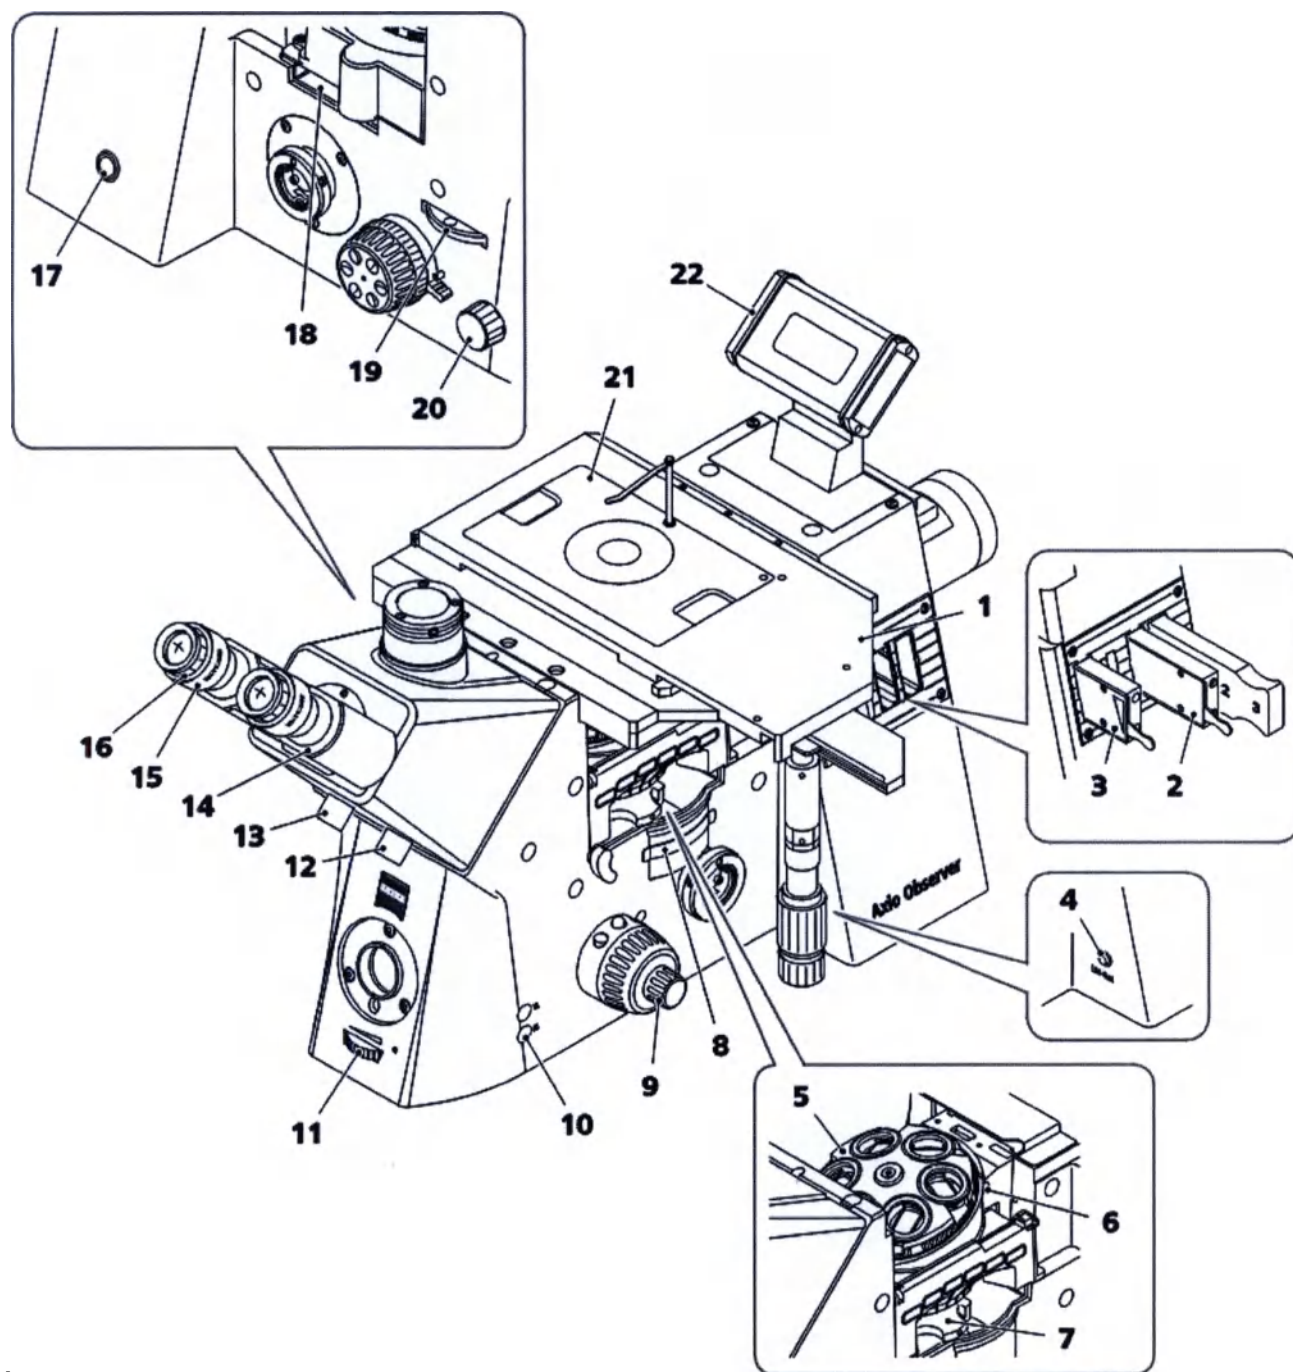
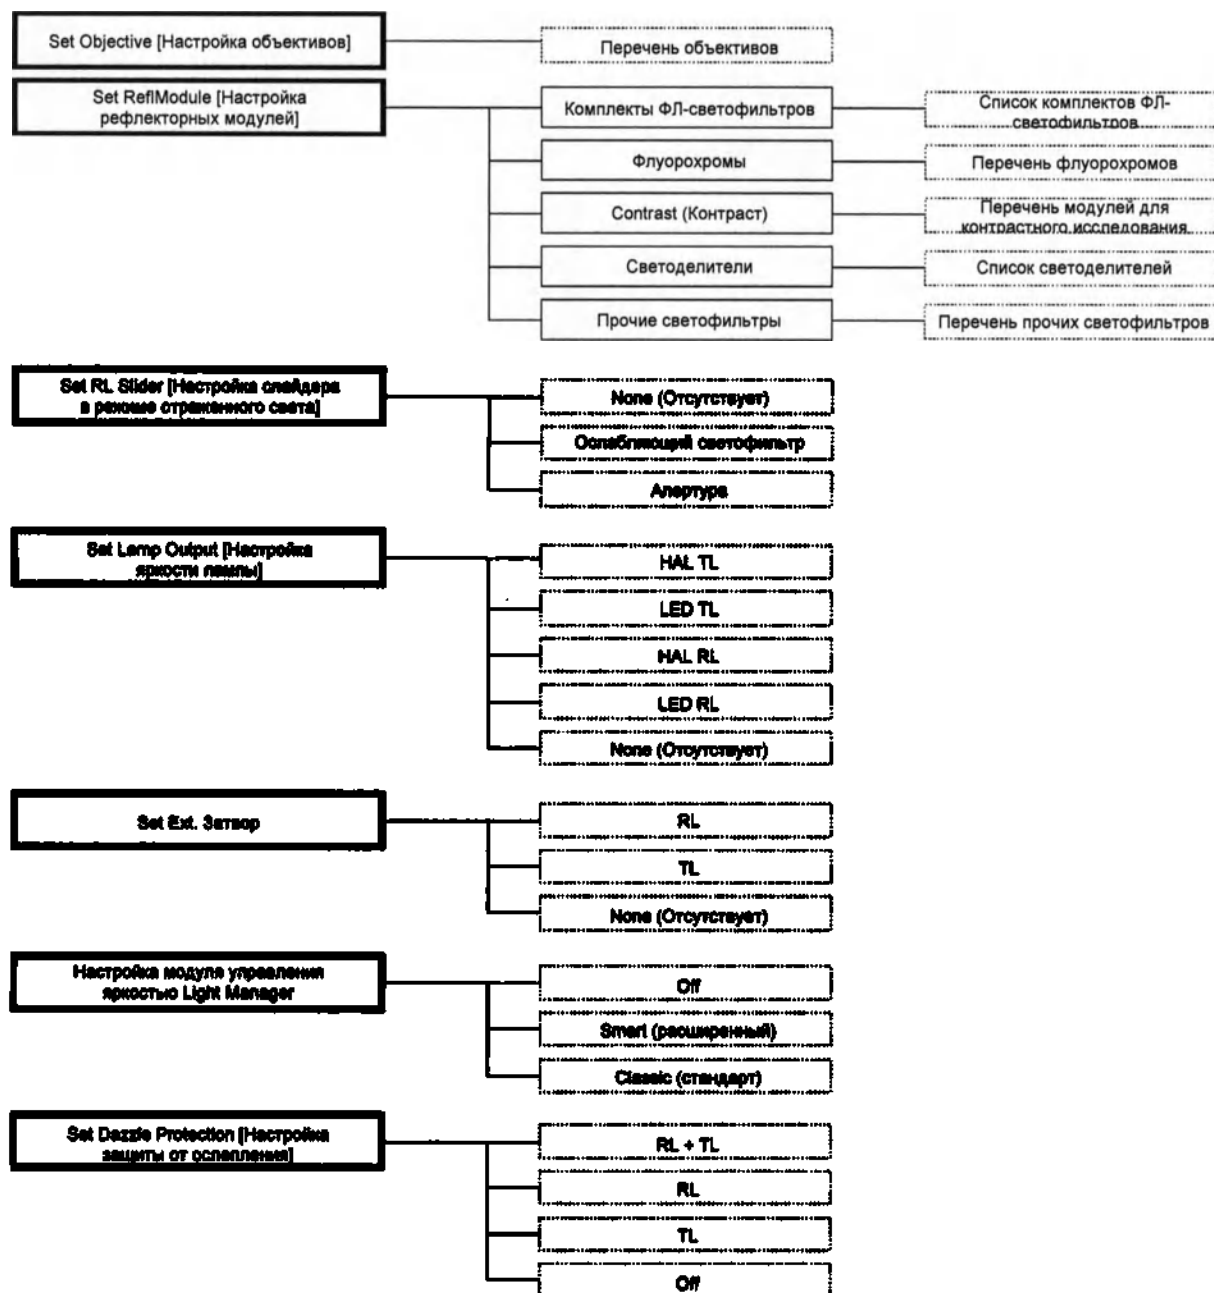

Рис. 82 Axio Observer 5 materials (пример)
Рис. 83 Структура меню настроек
- Закрывайте диафрагму светлого поля (рис. 83/7), пока она не станет видимой в поле зрения (пусть даже и не в фокусе) (рис. 82/A).
- Сфокусируйтесь на краю диафрагмы светлого поля (рис. 82/B), регулируя высоту конденсора (рис. 83/8).
- Отцентрируйте (рис. 82/C) диафрагму светлого поля винтами (рис. 83/4) и затем откройте ее так, чтобы край диафрагмы слегка вышел из поля зрения (рис. 82/D).
- Для задания положения апертурной диафрагмы снимите один окуляр с бинокулярного тубуса и установите апертурную диафрагму в положение, соответствующее примерно 2/3 диаметра выходного зрачка окуляра (рис. 82/E).
Обозначения на рис. 83: